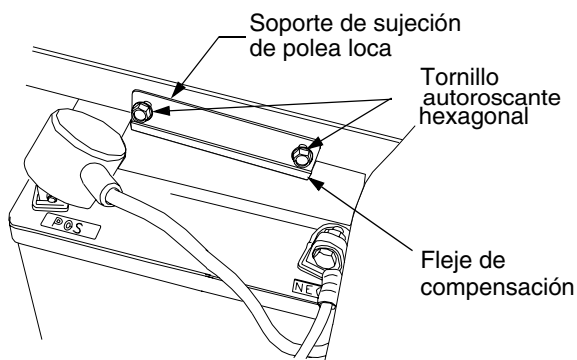

Figura 24
- Quite los dos tornillos autoroscantes del soporte de sujeción de la batería y retire el soporte. Preste atención para no perder el fleje de compensación de la base del soporte. Vea Figura 24.